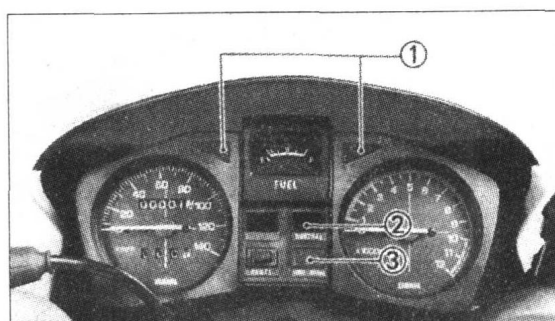

图 1-7
4. 仪表盘指示灯, 见图 1-7。①为左、右转向指示灯, ②为远光指示灯, ③为空档指示灯。